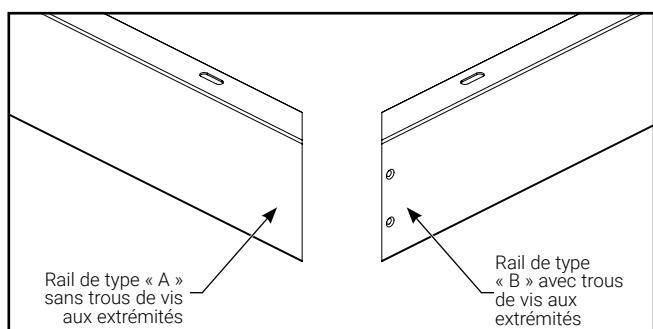

Figure 0.
**Note:** Ces instructions se rapportent aux rails de type « A » et aux rails de type « B ». Veuillez consulter la Figure 0 ci-dessous pour comprendre comment identifier chaque type de rail.